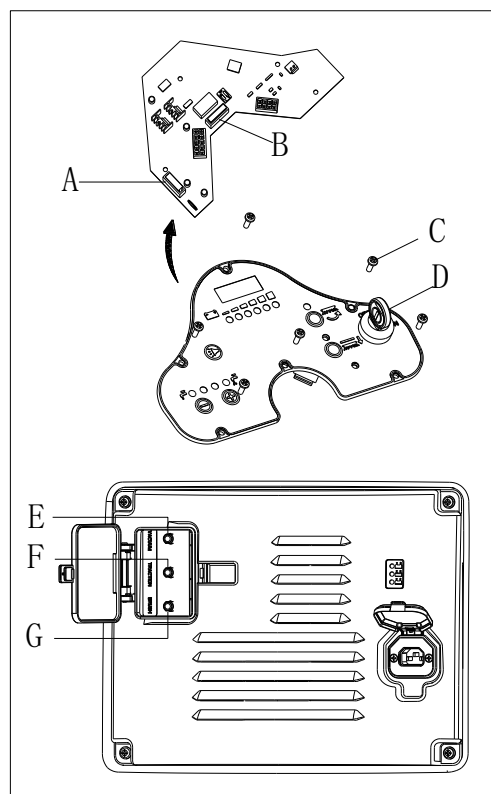

Рисунок 24
1. Поверните ключ зажигания (D, Рисунок 24) в положение "ВЫКЛ".
3. Отвинтите винты (C) на панели управления, а затем переверните плату, чтобы найти предохранитель (A и B).